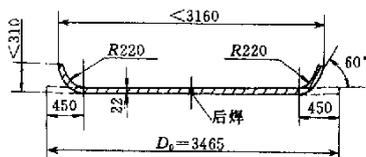

图 1
(1) 下料尺寸必须严格控制,拼接焊缝应按要求在冲压前做射线探伤(RT),100%合格,焊缝布置应满足GB150—1998,焊后打磨焊缝余高至与母材平齐,允许偏差为0~0.5mm,毛坯气割后的熔渣和飞溅物应彻底清除,周边修磨光滑,避免划伤下模圈内孔。下料尺寸 $D_0 = (3465 \pm 5)$ mm。
(2) 由于20000kN水压机的跨度小,需预翻边才能送入,折弯R过小易鼓包、拉裂,故需在卷板机上折边。折边时需要进行样板检查,合格的间隙范围为 ± 3 mm,见图1。